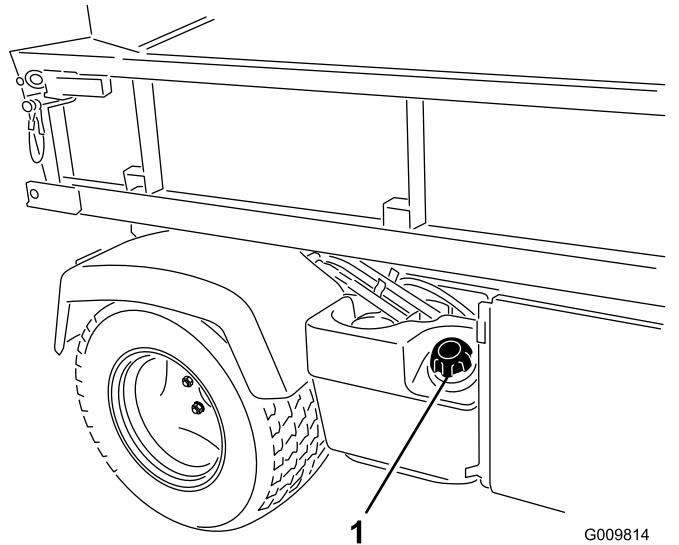

Figura 17
- Retire el tapón del depósito de combustible (Figura 17).**